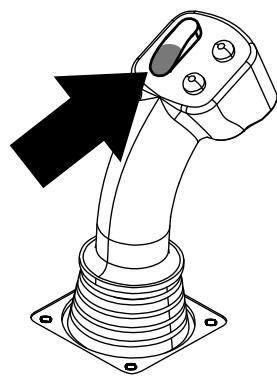
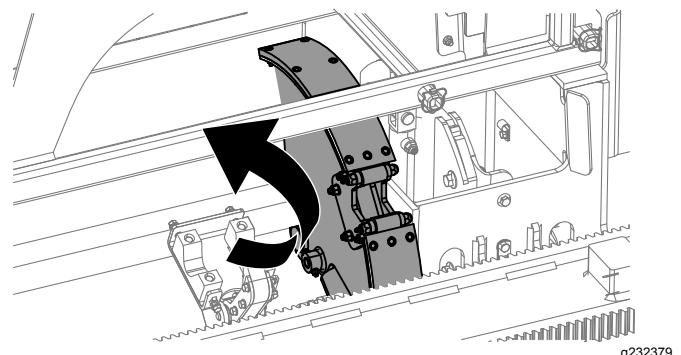

Figura 18
Figura 19
9. Mantenga pulsada la sección inferior del interruptor basculante (Figura 18) hasta que el conjunto de leva gire a la fila seleccionada debajo del portatubos (Figura 19).